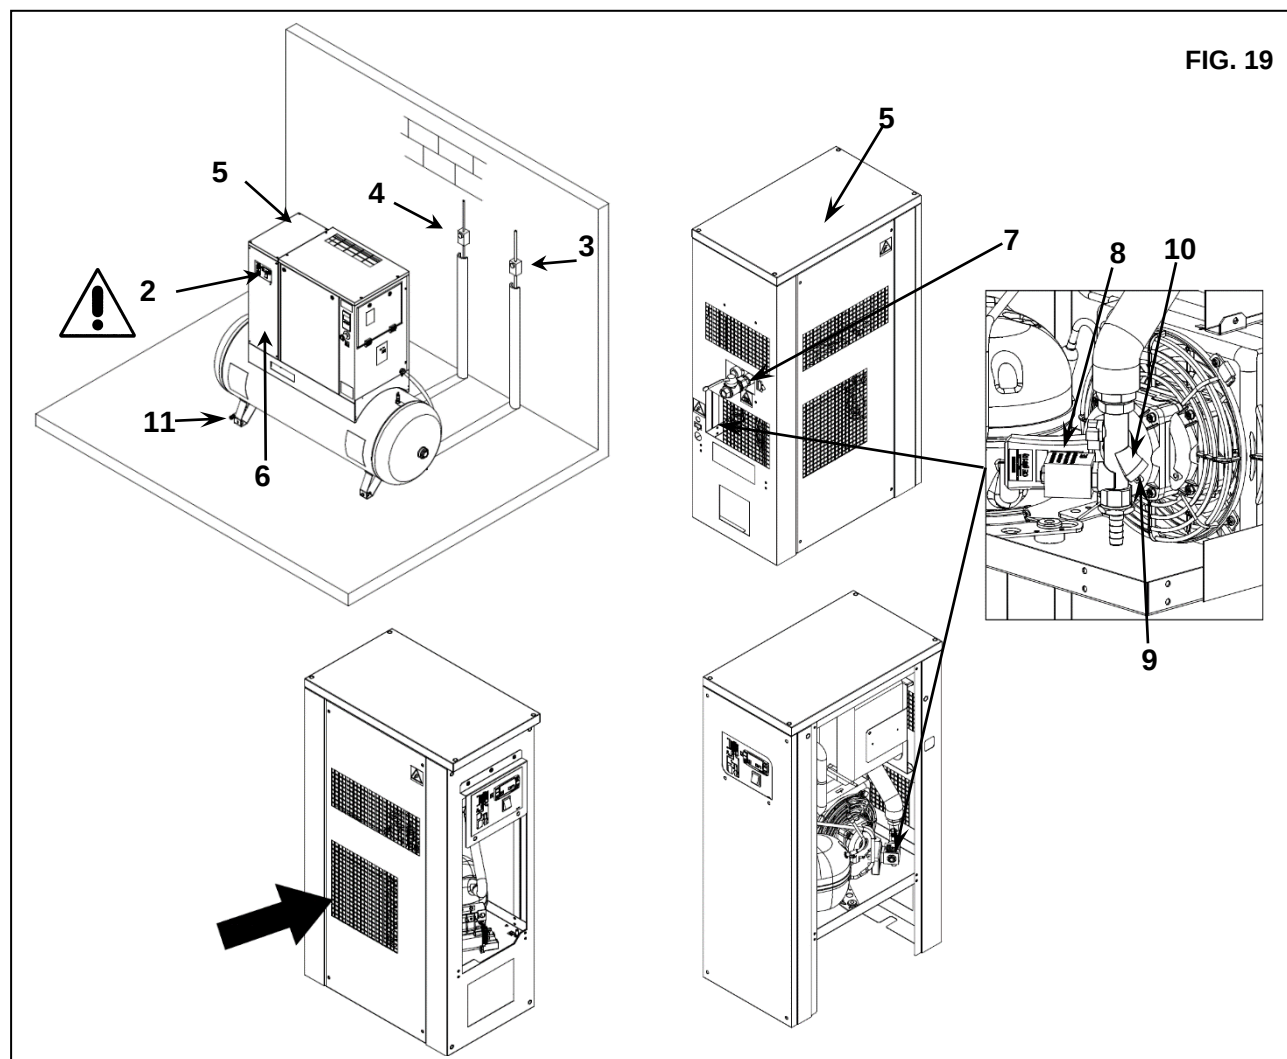

FIG. 19
Evacuarea automată și manuală a condensului (Ref. 8 și Ref. 11 Fig. 19) trebuie verificată în fiecare zi.
- Apăsați butonul „TEST”, ref. 8 fig. 19 timp de câteva secunde pentru a verifica dacă condensul este golit în mod corespunzător din conducta de golire
- Verificați golirea manuală a condensului din rezervor pentru a vă asigura că acesta este eliminat corespunzător din supapă, ref. 11 fig. 19 (**EFFECTUAȚI GOLIREA ZILNIC**).
Condensatorul trebuie curățat în fiecare lună (ref. 6 fig. 19).
- Apăsați butonul comutator Ref. 2 Fig. 19 (pe uscător, dacă montat)
- Porniți întrerupătorul diferențial de alimentare, Ref. 3 (de pe compresorul cu șurub) și Ref. 4 (pe uscător, dacă este montat) Fig. 19.
- Scoateți protecția, ref. 5 fig. 19
- Curățați aripioarele condensatorului Ref. 6 Fig. 19 cu aer comprimat. **NU UTILIZAȚI APĂ SAU SOLVENȚI.**
- Închideți protecția, ref. 5 fig. 19.
15.8 CURĂȚAREA FILTRULUI DE COLECTARE A MURDĂRIEI LA USCĂTOR (ref. 9 - 10 fig. 19)
- Închideți robinetul Ref. 7 Fig. 19
- Apăsați butonul Ref. 2 Fig. 19
- Porniți întrerupătorul diferențial de alimentare, Ref. 3 (pe compresorul cu șurub) și Ref. 4 Fig. 19 (pe uscător).
- Scoateți presiunea din uscător și rezervor prin deschiderea supapei de evacuare a condensului ref. 11 fig. 19.
- Scoateți dopul, ref. 9 fig. 19
- Scoateți filtrul, ref. 10 fig. 19
- Curățați filtrul ref. 10 fig. 19 cu jet de aer, din interior spre exterior.